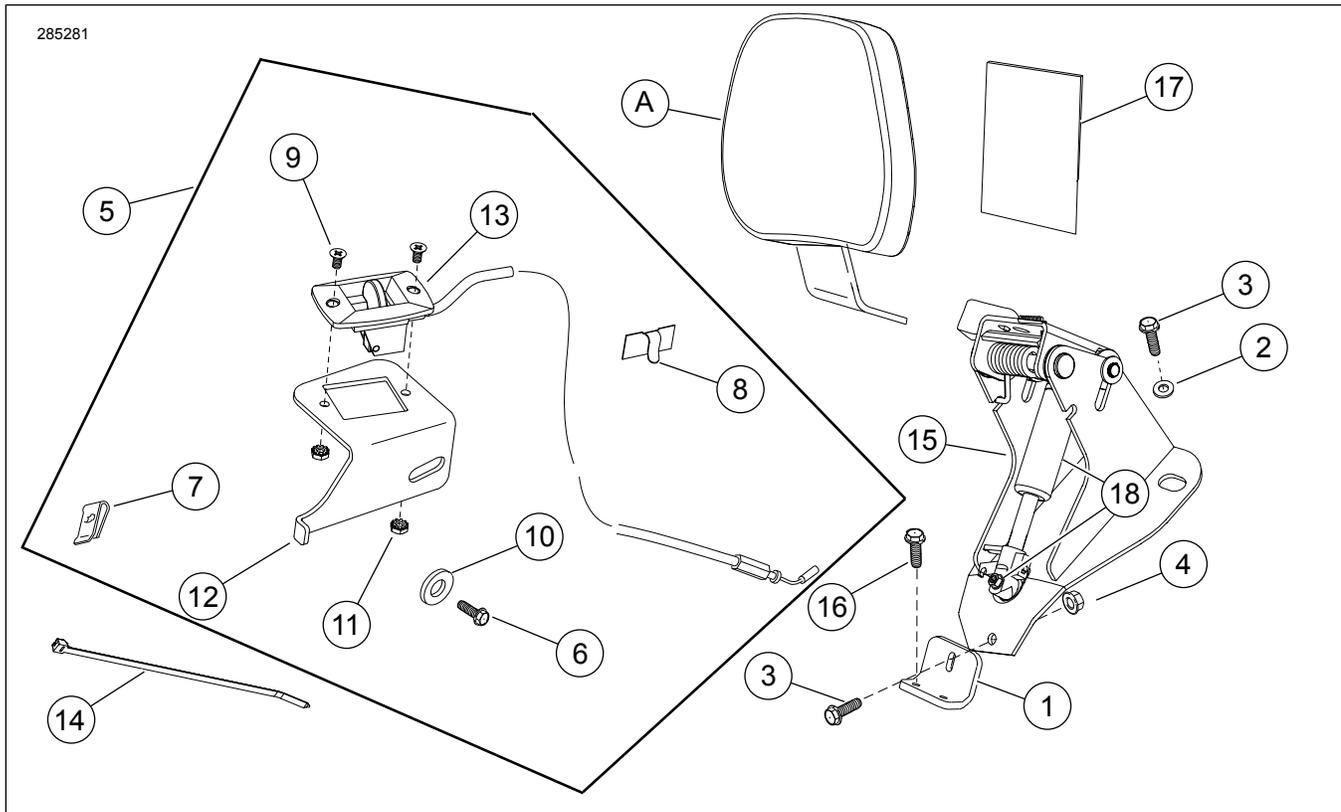

Figure 9. Pièces de rechange : Kit de matériel de montage de dossier pilote réglable FL
7. Voir la Figure 9. Installez la poignée d'actionneur avec le câble (13) au support de poignée (12) à l'aide des vis (9) et des écrous freinés (11).
11. Voir la Figure 9. Prenez la pince adhésive (8) dans le kit. Nettoyer la zone plane du support de la poignée réglable à peu près à l'endroit où la pince métallique de série de la bougie a été retirée à l'aide d'alcool isopropylique. Fixer la pince au support et acheminer le fil de la bougie et le tube d'évaporateur (si équipé) à travers la pince. Plier la pince vers le bas pour attraper le fil ou le tube en toute sécurité.
4. Voir la Figure 9. Prenez le protecteur de selle (17).